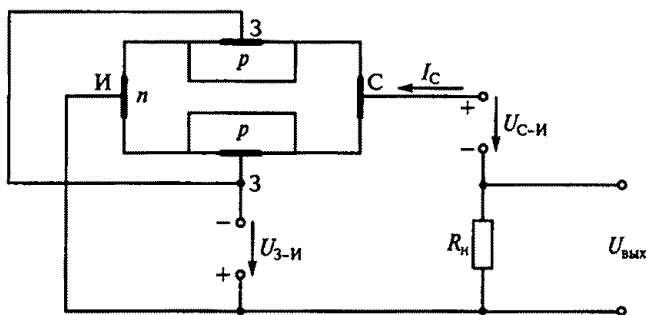

Рис. 185
7.24. В каком направлении включены p — n -переходы затвора полевого транзистора на рис. 185?